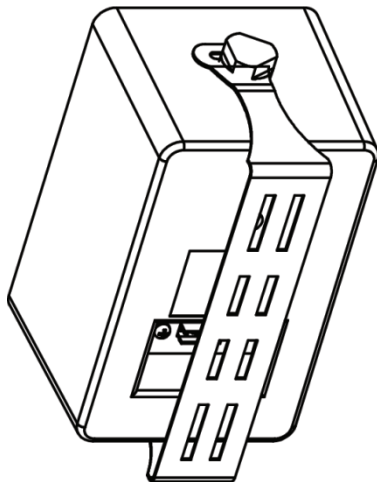

Рис. 3. Громкоговоритель Galil 4-0 с присоединенным кронштейном
4. Совместите отверстия под шурупы на кронштейнах (верхние и нижние) с отверстиями на громкоговорителях и заверните рукоятки таким образом, чтобы каждое из отверстий удерживало громкоговоритель в кронштейне (см. рис. 3).